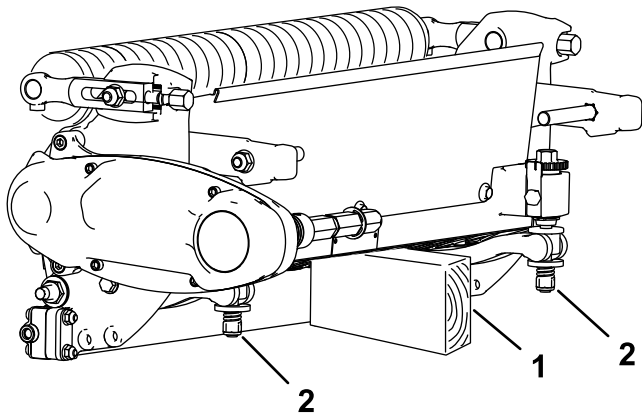

Figure 4
- Quand l'unité de coupe est déposée de la machine, calez l'arrière de l'unité de coupe de sorte que les écrous à l'arrière des vis de réglage de la barre d'appui ne reposent pas sur la surface de travail (**Figure 4**).